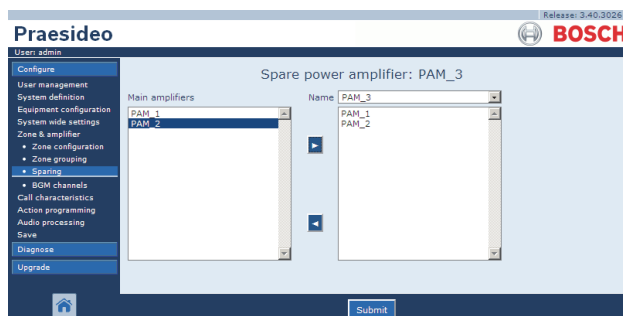

figura 46.14: Amplificadores de reserva, passo 4
- 4 Faça um duplo clique no amplificador principal seleccionado ou clique no botão > para atribuir o amplificador principal ao amplificador de reserva. Aparece um ecrã semelhante ao da figura 46.14 na moldura principal da interface da Web.